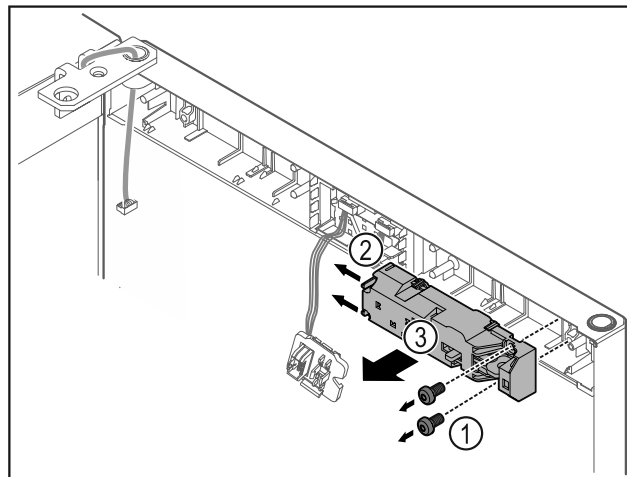

Fig. 23
- Retirar los tornillos Fig. 23 (1).
- Presionar hacia un lado las lengüetas de retención Fig. 23 (2) y retirar el cierre a distancia Fig. 23 (3).